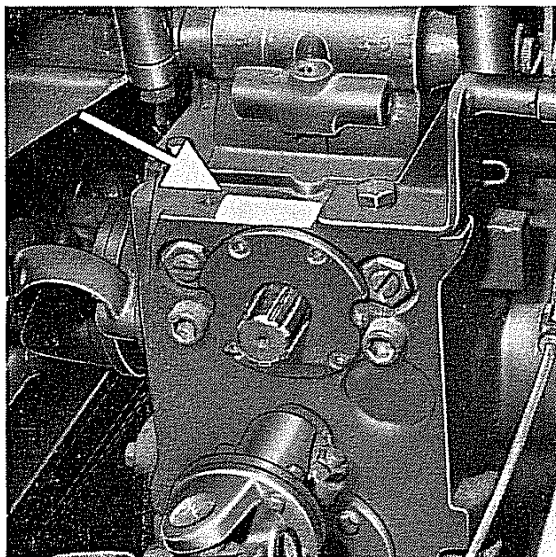

Fig. 36 - Punzonatura, modello e numero dell'autocarro
N.B. - Sia la sigla del modello che il numero dell'autocarro si trovano stampigliati sull'apposita targhetta situata sulla lamiera sotto il sedile destro, oppure sul carter cambio nel punto indicato dalla freccia in fig. 36.